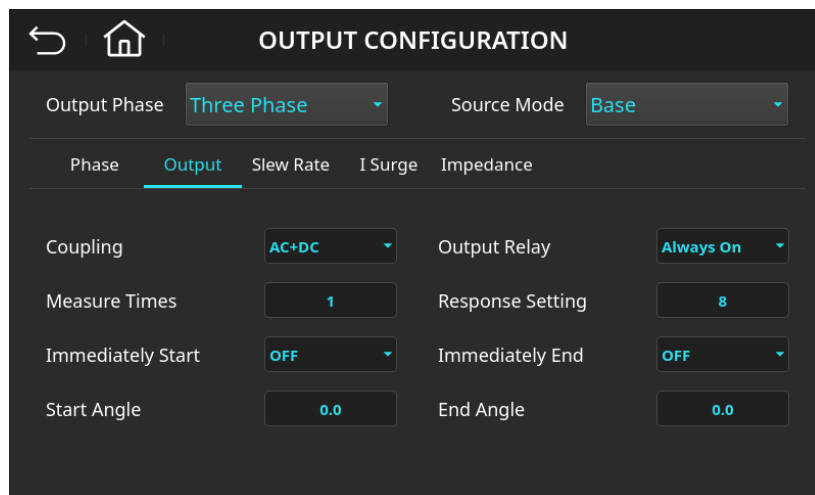

图 4-37 输出配置(Output)页面(Output Relay 设定为 Always On)
3. 选择“Always On”，即完成设定，如图 4-37 所示。